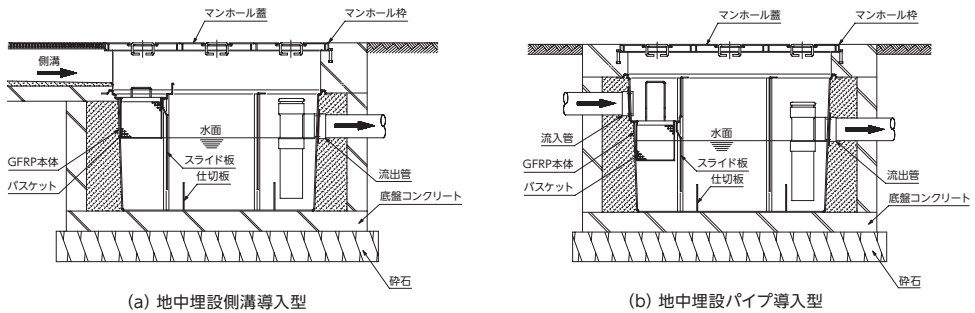

図8 GFRP製グリーストラップ 施工例
- 1) GFRP本体に付いている配管継手はPVC製です。流入管、排出管の取り付けはPVC専用の接着剤を用い確実に差し込んでください。(図8)